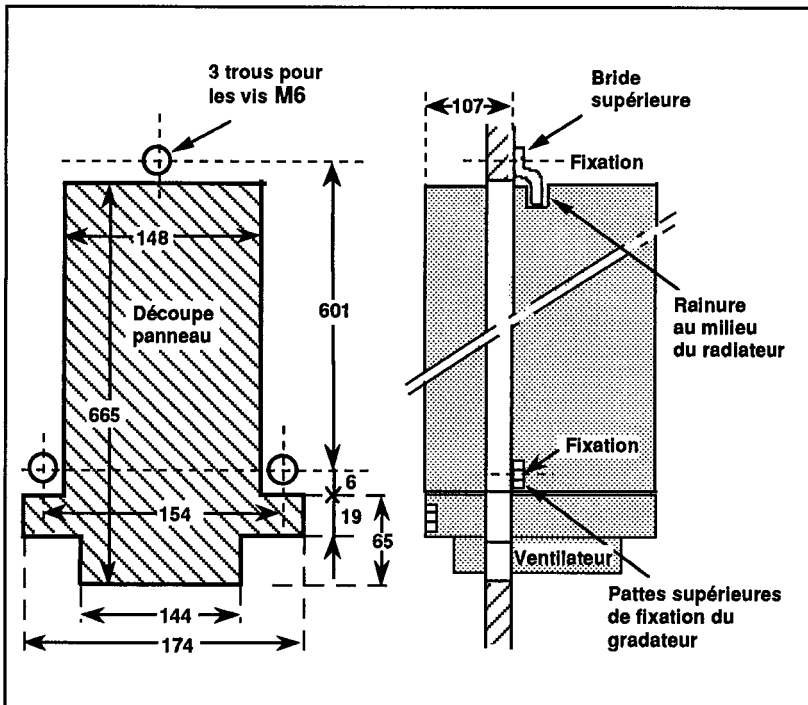

Figure 2-4 Cotes de perçage, découpe et fixation du gradateur ventilé
- a. Installer les deux vis **M6** inférieures dans l'armoire en respectant les cotes de perçage données (figure 2-4).